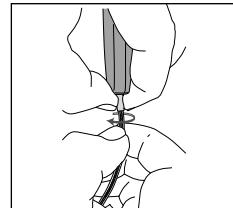

Fig. 7
6. Enrosque el cable exterior de teflón del conector giratorio en la parte inferior del satélite. Coloque el conector giratorio en una mano entre el pulgar y el índice y el cable exterior de teflón en la otra mano entre el pulgar y el índice y desenrosque (en el sentido contrario a las agujas del reloj) el cable exterior del conector giratorio (**véase la fig. 7**). Extraiga el cable interior hacia el exterior a través del conector giratorio.